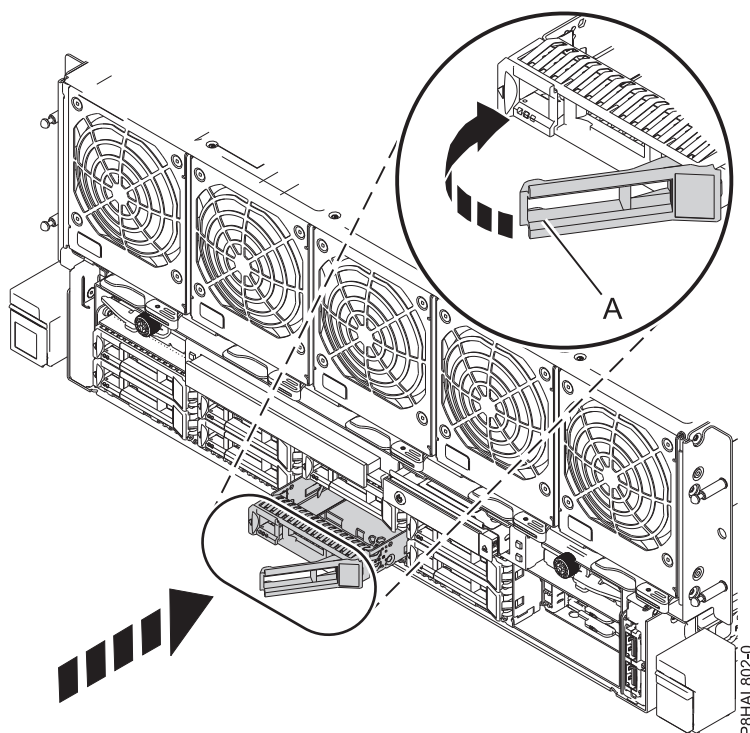

図 24. 8408-44E または 8408-E8E システムにおけるディスク・ドライブの取り替え
3. ハンドルを押して手前に引き出して、ドライブ・ベイ・ハンドル (A) をアンロックします。ハンドルが完全に引き出されていないと、ドライブをシステムの中にスライドさせることができません。『図 24』を参照してください。
7. 識別 LED が点灯したら、以下の図に示すように、ドライブをシステムの中に奥まで差し込み、ドライブ・キャリア・ハンドル (A) をロックされるまで押します。